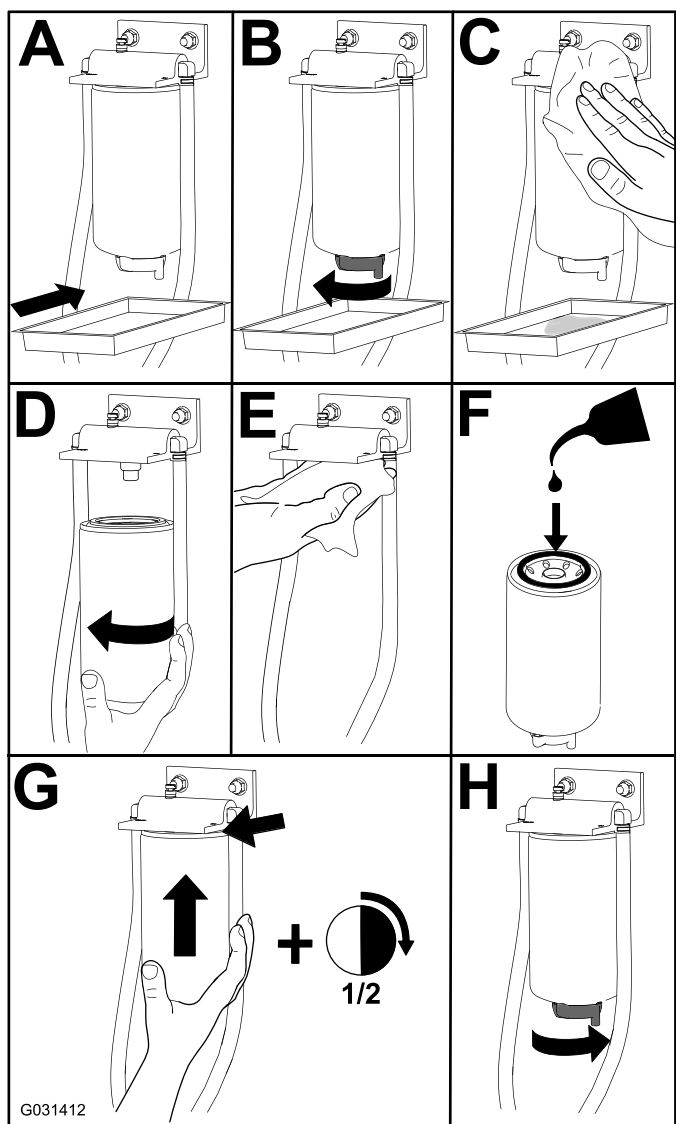

Figure 52
1. Remplacez le filtre comme montré à la Figure 52.